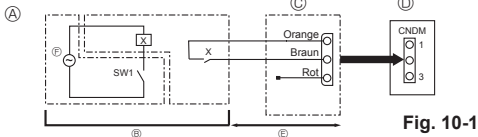

Fig. 10-1
10.1. Modo de reducción del ruido (modificación in situ) (Fig. 10-1)